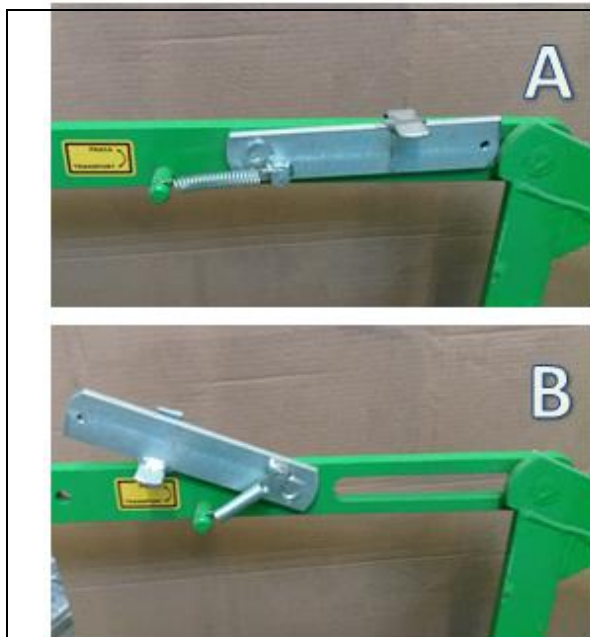

Fig.3.1: Dispositivo di blocco (posizione da lavoro A - posizione da trasporto B)
2. Rimuovere il dispositivo di blocco dalla posizione da lavoro (fig.3.1/A).
3. Il dispositivo di blocco deve essere disposto in posizione da trasporto (fig.3.1/B).
2. Remove the safety device from the top pivot of the suspension frame (fig.3.1/A).
3. The interlock must be set in the transport position (Fig.3.1/B).
- B. Rimuovere il dispositivo di blocco dalla posizione da lavoro (fig.3.1/A),
3. Nella versione con asta meccanica, mettere il dispositivo di blocco nella posizione da lavoro (fig.3.1/A).
3. In the version with rods, set the interlock in the operational position (Fig.3.1/A).